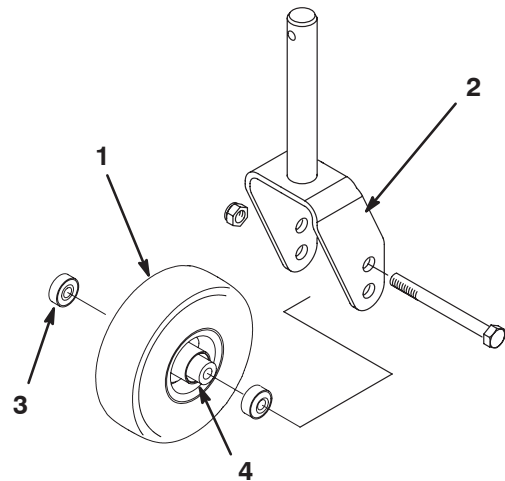
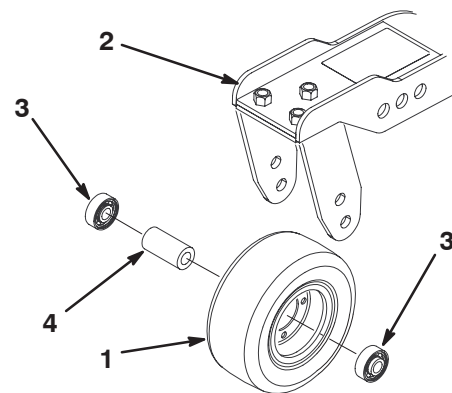

Bild 81
Bild 82
1. Entfernen Sie die Sicherungsmutter von der Kopfschraube, mit der die Laufradgruppe in der Mitte der Laufradgabel (Bild 81) oder am Laufradgelenkarm (Bild 82) gehalten wird. Halten Sie das Laufrad fest und schieben die Kopfschraube aus der Gabel oder vom Gelenkarm ab.